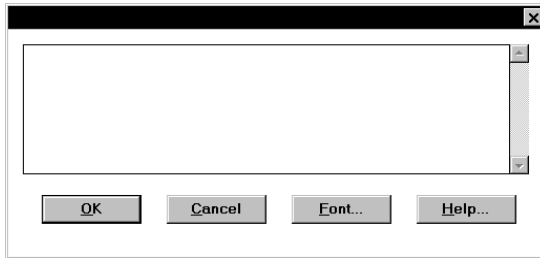

Figura 24. Cuadro de diálogo para la introducción de texto
- c) **Text** (Texto). Esta opción habilita el modo de texto. Al hacer clic sobre el área de dibujo, en el punto donde se desea colocar, aparece una cuadro de diálogo como el que se muestra en la Figura 24 en el que se puede introducir el texto deseado. Al terminar se debe presionar ENTER. Si se desea seguir escribiendo en una línea nueva se debe pulsar la combinación de teclas CTRL+ENTER. Para acceder al modo de texto se puede utilizar también la combinación de teclas CTRL+T.